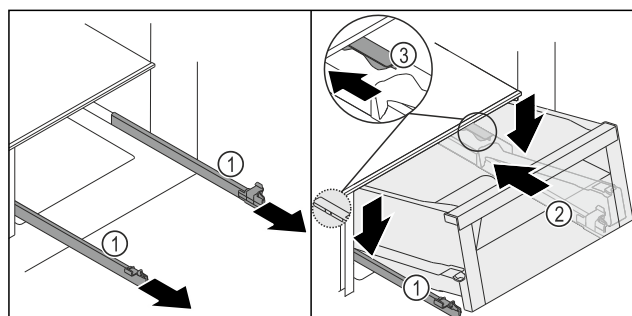
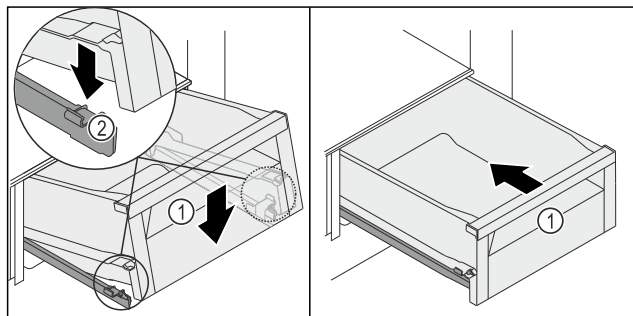

Fig. 200
Fig. 201
- Kolejnice Fig. 200 (1) pevně držte a zásuvku Fig. 200 (2) nasadte shora za zářez Fig. 200 (3) na kolejnicích Fig. 200 (1).
- Zásuvku Fig. 200 (2) na kolejnicích Fig. 200 (1) zasuňte až na doraz směrem dozadu.
- Zásuvku Fig. 200 (2) vpředu spusťte dolů tak, aby se zásuvka zasuňovala vlevo a vpravo do svorky Fig. 201 (2).
- Zásuvka Fig. 201 (1) slyšitelně zacvakne.
- Zásuvku Fig. 201 (1) zasuňte.